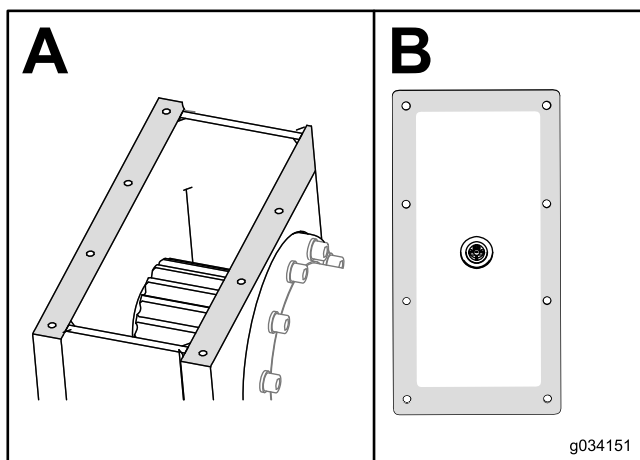

Figura 136
7. Remova o vedante da caixa de transmissão e da tampa (Figura 136).
8. Aplique uma nova camada de vedante automotivo RTV na borda da tampa (Caixa B de Figura 136).